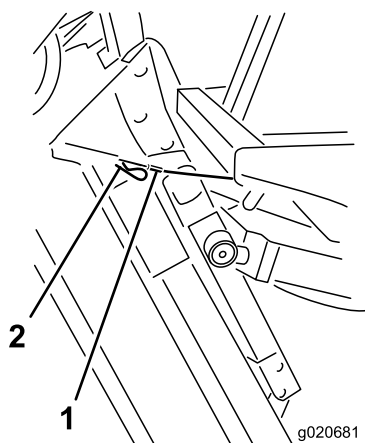

Рисунок 76
6. Удерживая деку газонокосилки в вертикальном положении, установите конец троса на штифт подъемного рычага деки газонокосилки и зафиксируйте его игольчатым шплинтом (Рисунок 76).